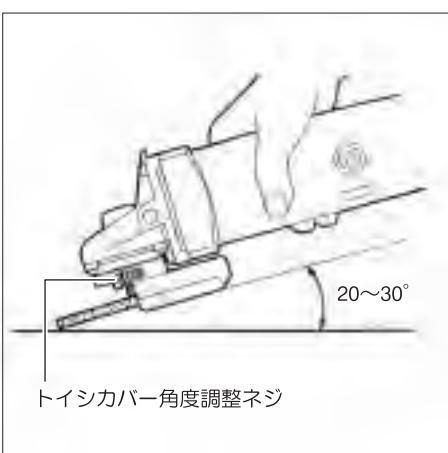

図8
- ・トイシの押しつけ角度は、材料に対してトイシの面が $20^{\circ} \sim 30^{\circ}$ 位の角度で当るようにしてください。(図8参照)
- ・トイシカバー上部本体差込口にネジがついています。角度を調整するときは、ネジをゆるめて調整してください。(図8参照)